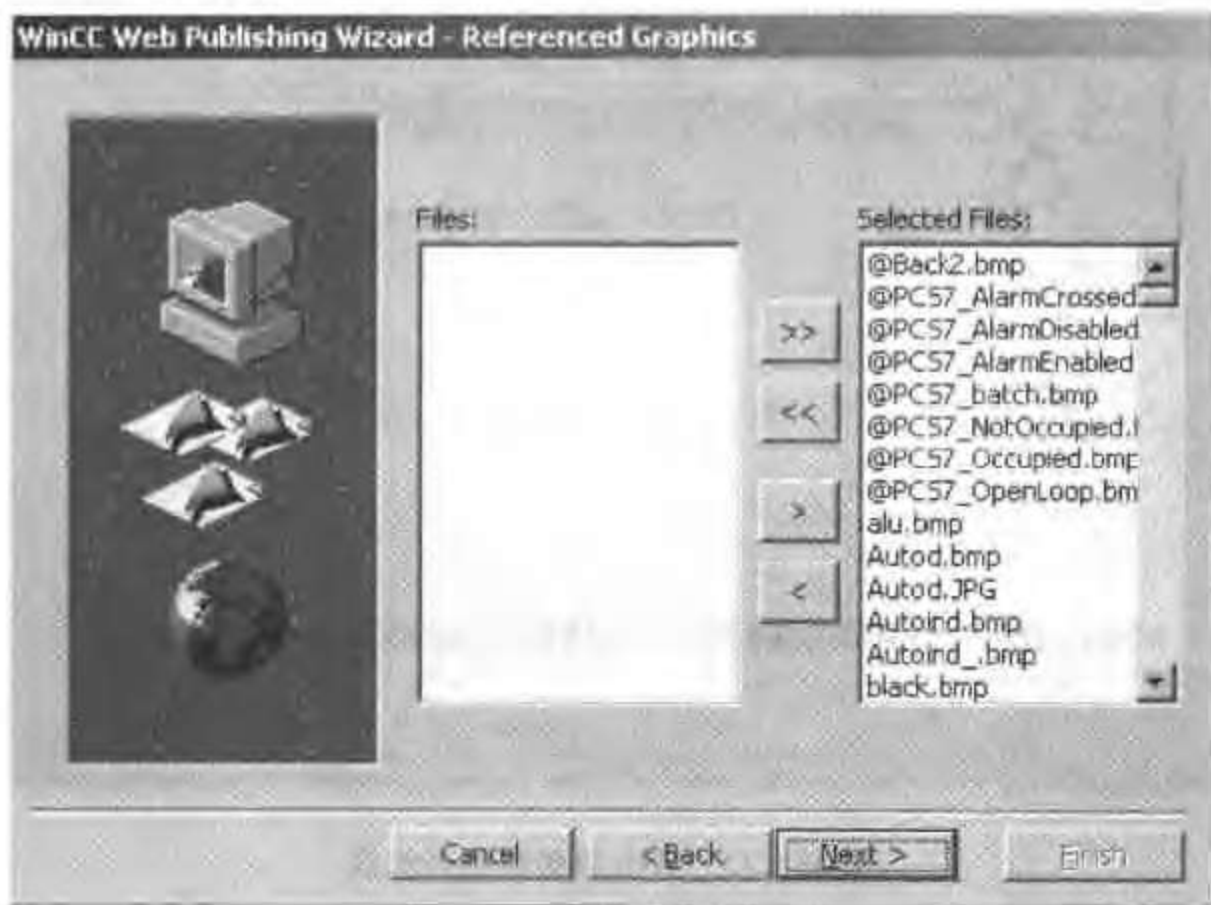

图 15-21 选择画面引用位图
- 在这个对话框中,选择需要发布的在过程画面(\*.PDL)中引用的位图文件,如图 15-21 所示。